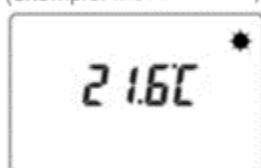
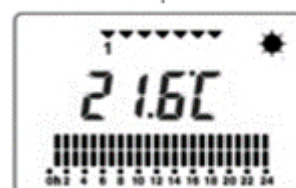

Fig. 16
Fig. 17
3. Le mode de fonctionnement juste avant la dernière extinction apparaît ensuite (stand-by (Fig 15), manuel (Fig 16) ou automatique (Fig 17)), ainsi que la température ambiante approximative.
Si le radiateur est allumé en mode manuel (Fig. 16) ou automatique (Fig. 17), l'appareil est en fonctionnement.